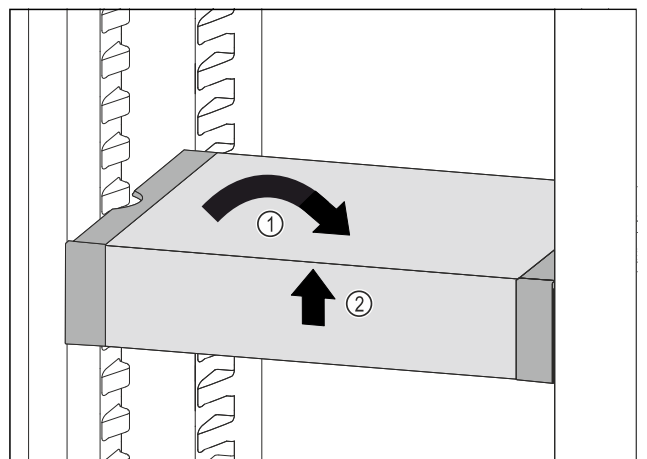

Fig. 79
- ▶ 将 VarioSafe 放平。Fig. 79 (1)
- ▶ 抬起 VarioSafe 前部。Fig. 79 (2)